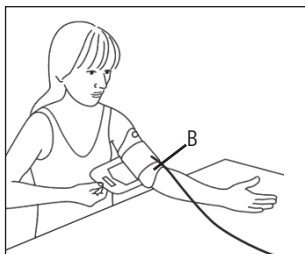

Abb. 2
- Die Aussparung B (siehe Abb. 2) an der Manschette gegenüber der Griffflasche, sollte in der Ellenbeuge liegen. Der Schlauch sollte mittig in der Ellenbeuge liegen und in Richtung Hand weisen.